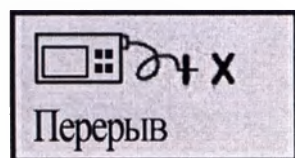

Рис.82. Отображение режима приостановки работы помпы. После этого можно снять с тела инфузионный набор.
- Г. Нажмите кнопку S. Помпа издаст звуковой тон, и на экране будет указано, что работа помпы приостановлена (Рис. 82).